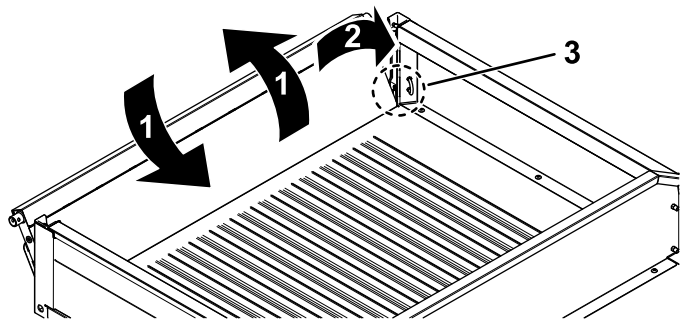

Figura 52
2. Gire el portón trasero a un ángulo de 45° aproximadamente (Figura 52).
3. Mueva el portón trasero varias veces hacia adelante y hacia atrás, con breves sacudidas (Figura 52).